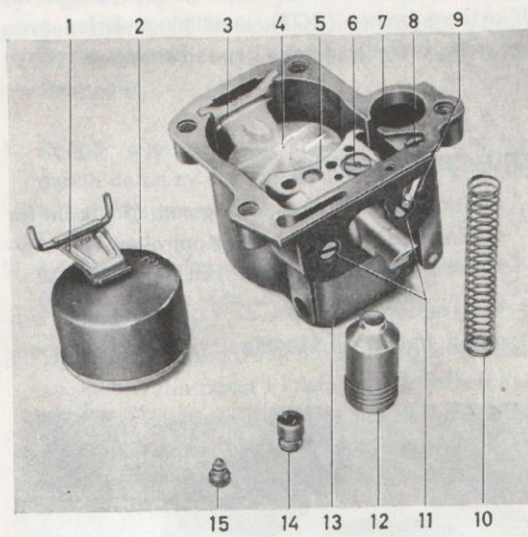

Bild 68. Flottörhuset demonterat.
1. Lossa de fyra fästskruvarna för flottörhuset och lyft ned detta. Se bild 68.
4. Demontera accelerationsmunstycket (9, bild 68), utloppsventil (8) samt stoppskruv (15), pumpkolv (12) med fjäder och därefter inloppsventilen (14) placerad under pumpkolven.
3. Vänd flottör och flottörhävarm med märkningen "TOP" uppåt vid utförande med mässingsflottör. Hävarmsaxeln placeras med ändspetsarna uppåt, se bild 68. Placera låsfjädern (3) vid nylonflottör rätt, med mittböjningen nedåt så att fjädern ej kläms mot flottörventilen. Kontrollera att fjädern (10) placeras så att den styres av inloppsventilen (14). Kolvens rörelse nedåt kan i annat fall hindras.